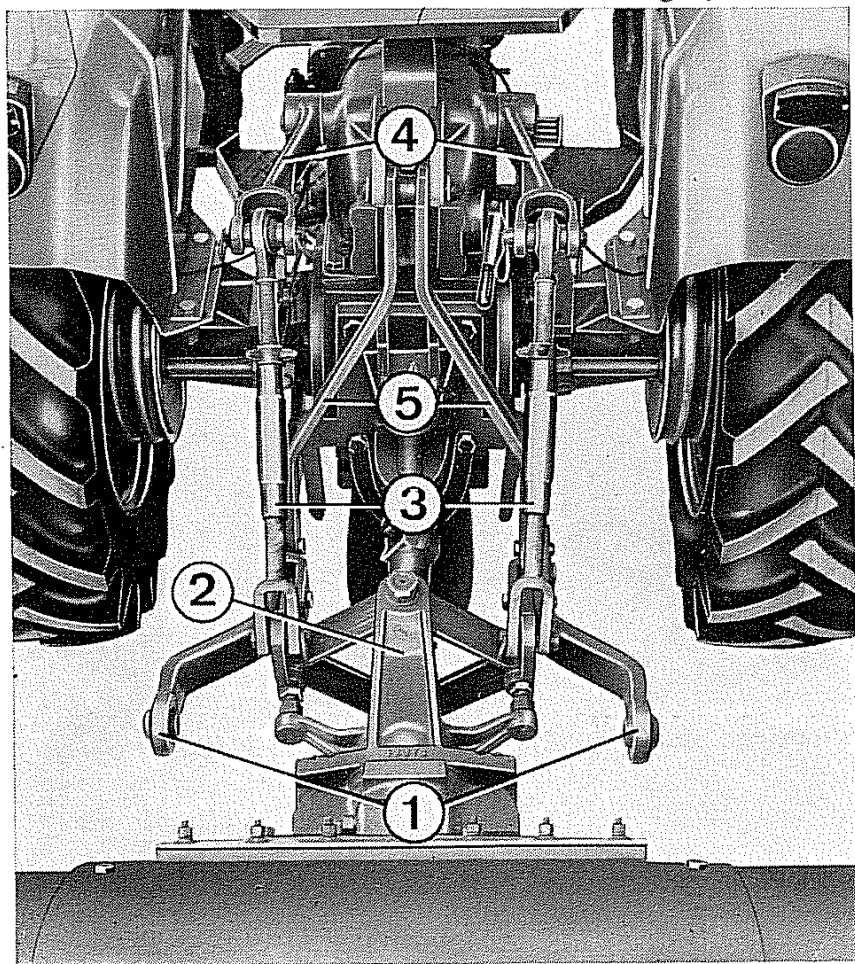
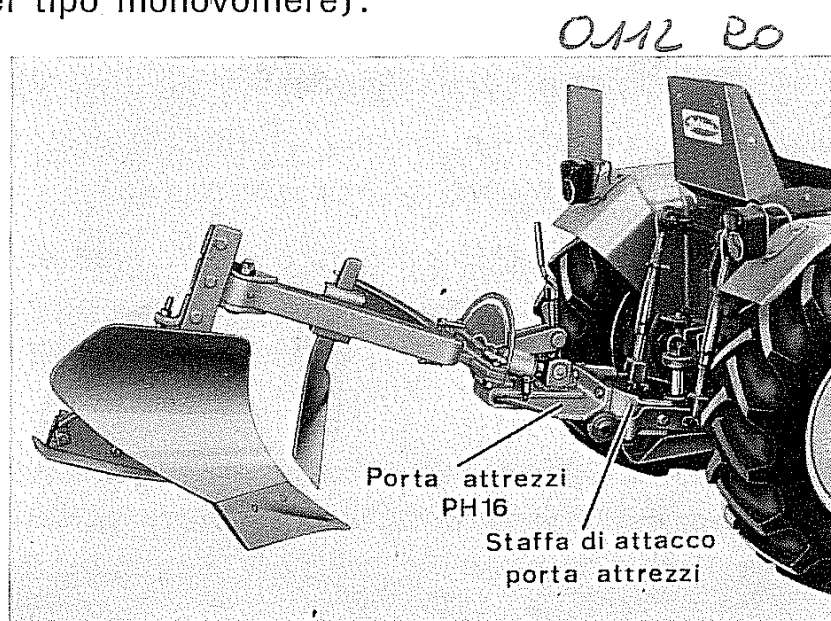

Fig. 14 - Applicazione della fresatrice
Fig. 16 - Applicazione dell'aratro monovomere
Come risulta in fig. 14, per l'applicazione della fresatrice vengono irrigiditi i due bracci inferiori porta attrezzi (1) mediante i bracci (5) e viene montato uno snodo (2) munito di presa di forza, al quale andrà applicata mediante attacchi rapidi la fresatrice Goldoni.
Togliere i due bracci di irrigidimento (5 - Fig. 14) e lo snodo di attacco fresa (2 - Fig. 14).
I due tiranti (3 - Fig. 14) che sono fissati ai bracci superiori del sollevatore, vengono collegati ai bracci inferiori porta-attrezzi (1 - Fig. 14) e questi ultimi, a loro volta, vengono collegati fra loro rigidamente da una staffa in dotazione al porta-attrezzi dell'aratro (Fig. 16).